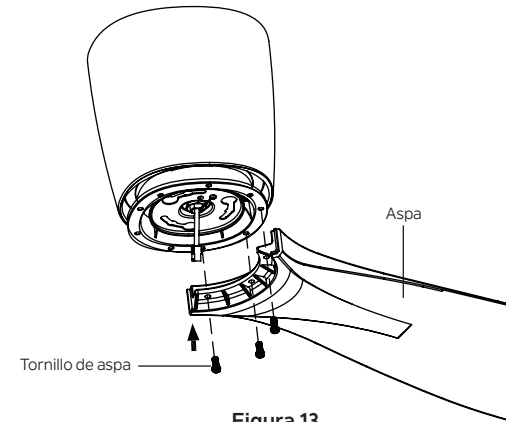

Figura 13
**Paso 1:** Fije las aspas del ventilador al volante usando los tornillos de las aspas y apriételes firmemente. (Figura 13)